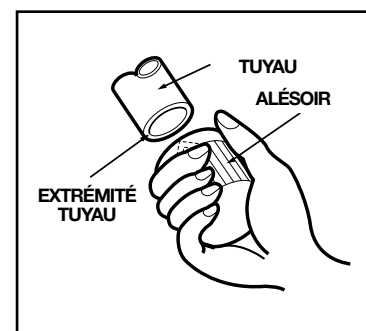

fig.13
- 2b. Pendant cette opération, maintenir le tuyau incliné vers le bas pour éviter que les débris de cuivre ne tombent à l'intérieur (fig. 13).